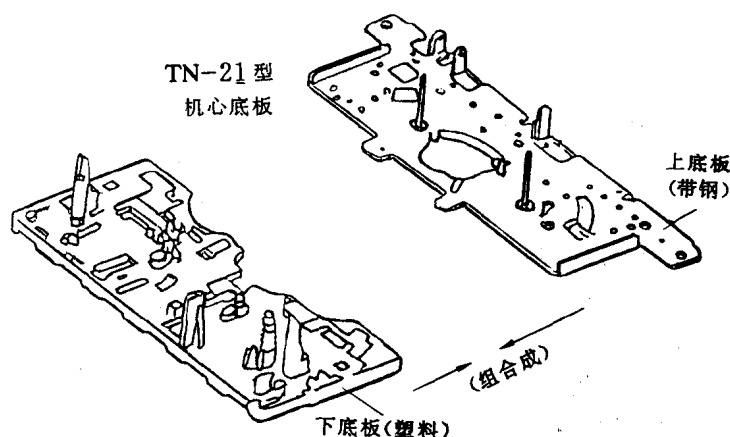

图 1-4
4. 小型机心底板和组合式底板 图 1-4 为目前国内外较流行的 TN-21 型机心底板,这种机心的底板一半是电镀锌带钢冲裁成型,另一半是用工程塑料冲裁成型,二者拼在一起用螺钉紧固好,就组成了组合式底板。此结构大大简化了模具设计,比全金属底板的重量也相应减轻。底板的刚性较差,对于录音机的安装尺寸要求严格,否则易在联接处发生变形,影响机心性能指标。图 1-5 为国内外流行的袖珍盒式机心底板(TN-6C 型、CDS-16 型机心均采用这种底板)。它是用工程塑料注塑成型。其最大特点是供带盘注成光轴,没有供带轮安装孔,而是在底板上注塑一个用作供带盘定位的光轴。微电机可以直接装在底板上的凹槽里,卷带轮组可直接装在与底板一体的卷带盘(座)内。这样既简化了工艺,也节省了机心中的许多部件,符合小型机心体积小、重量轻的特点,布局巧妙,结构紧凑,便于维修拆卸。